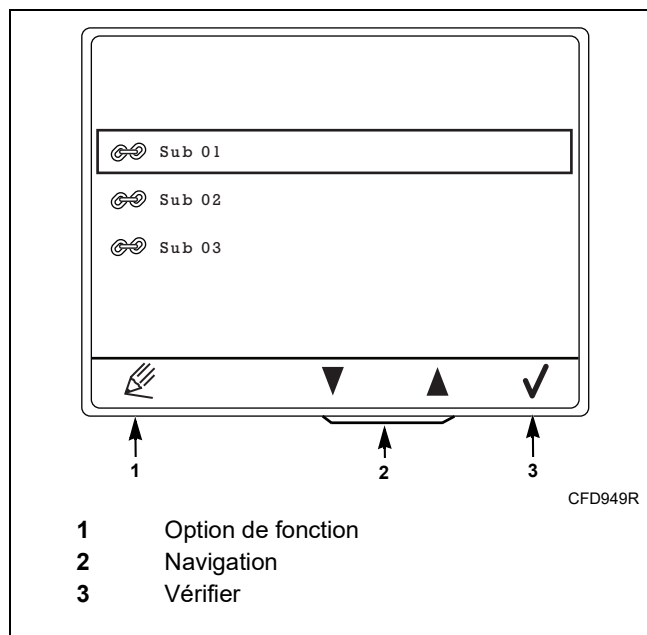

Figure 40
1. Sélectionner la sous-routine à modifier à l'aide des touches sous les icônes de Navigation. Se reporter à la Figure 40.
2. Appuyer sur la touche sous Fonction Option [l'option de fonction] pour changer la fonction. Se reporter à la Figure 40 et à la Tableau 15.
3. Appuyer sur la touche sous l'icône Le crochet pour confirmer la fonction. Se reporter à la Figure 40.